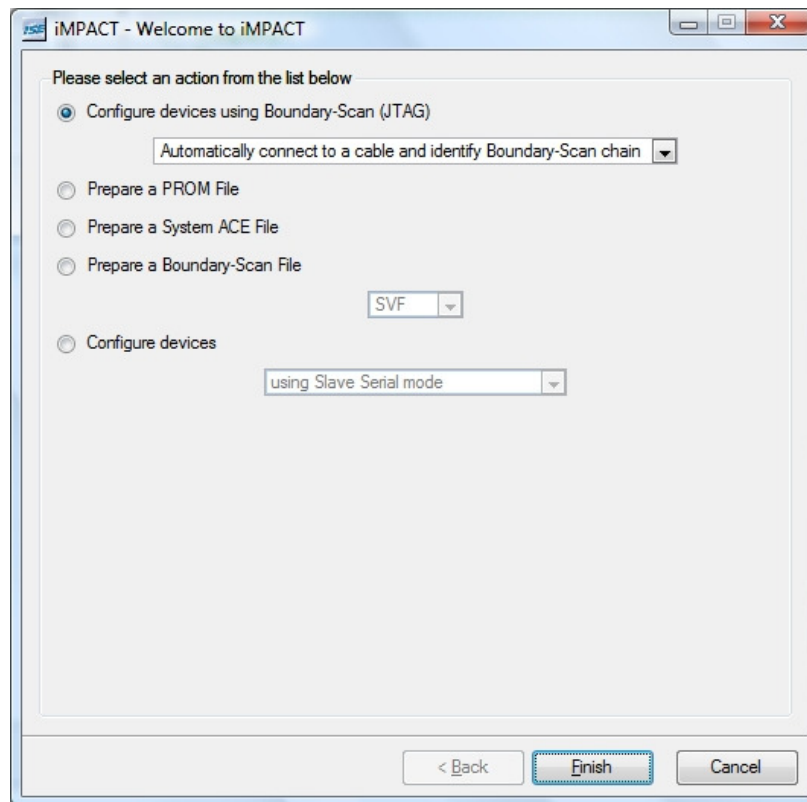

Figura 6.9
- Pentru fereastra urmatoare se vor pastra setarile default (Figura 6.9).